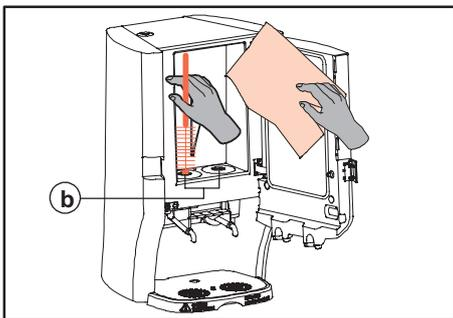

Fig. 47 Nettoyez les ouvertures rondes
9. Nettoyez l'intérieur du compartiment réfrigéré avec un chiffon propre et humide (fig. 47).
10. Nettoyez les ouvertures de la partie inférieure du compartiment réfrigéré avec de l'eau claire et chaude, à l'aide de la brosse spéciale fournie (fig. 47 b).